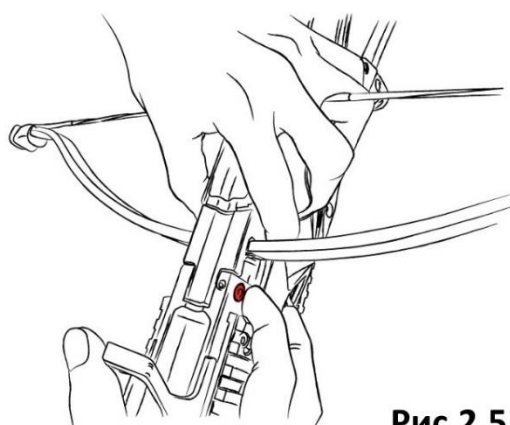

Рис.2.5
3. Надавите на штифт крепления плеч до упора, пока не услышите щелчок (Рис.2.5). Плечи арбалета безопасно установлены и готовы к взводу только, когда штифт крепления плеч полностью задвинут в корпус арбалета через установленные плечи.